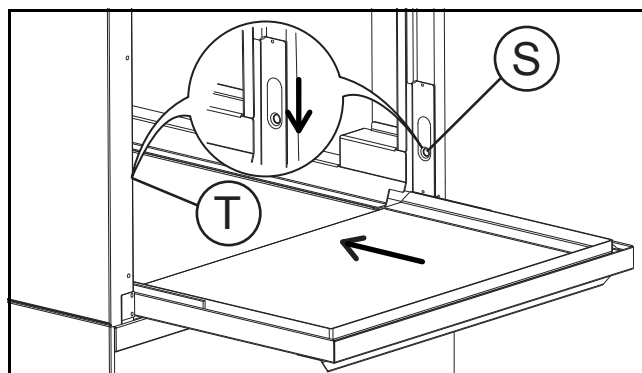

Figura 25 Vuelva a colocar la puerta
- Vuelva a colocar la puerta (Figura 25):